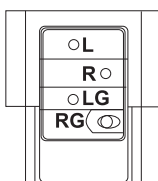

Figure 2
- Use needle-nose pliers to connect the colored wires from the tonearm headshell to the corresponding pins on the cartridge. See Table 1 and Figure 2.
2. Mit einer Nadelzange wie in **Tabelle 1** angeführt die Drähte vom Tonarmkopf an den Stiften auf dem Tonabnehmer anschließen. Siehe **Abbildung 2**.